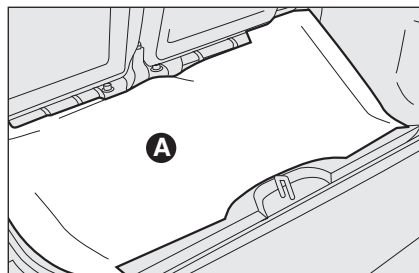

fig. 3
- ☐ Løft bagagerummets gulvbeklædning **A-fig. 3**.
- ☐ Anbring reservehjulet **D-fig. 3** i reservehjulrummet i bagagerummet.